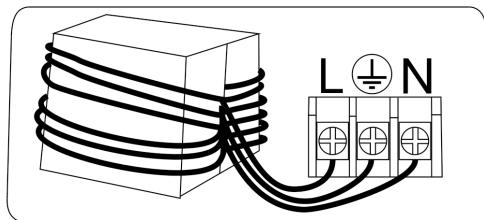

Fig. 5
- Si l'appareil est installé avec le câble encastré dans le mur, retirez d'abord la vis (8) (Fig. 2) du capot inférieur de l'appareil (5), puis désinstallez le câble d'origine situé à l'intérieur du périphérique. Le câble encastré dans le mur doit être inséré dans l'appareil et enroulé 4 fois dans la ferrite, au câble L (marron), N (bleu) et à la terre (jaune - vert) à la borne, conformément à la Fig. 5. Ensuite, le capot inférieur de l'appareil (5) peut être fermé.